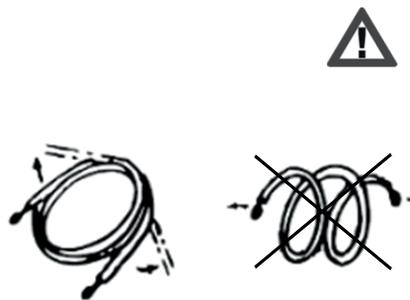

Fig. 9 : Conduite de réfrigérant
- Assurez-vous que la longueur des tuyaux est aussi courte que possible (longueur maximale 20 m, différence de hauteur maximale de 10 m entre l'unité externe et l'unité interne, dans les deux cas, que l'unité externe soit plus haute ou moins haute que l'unité interne). Si la différence de hauteur entre l'unité externe et l'unité interne est de 10 m, les raccords des tuyaux ne doivent pas être directement à la verticale, mais disposés en longueurs horizontales. Dans tous les cas, la longueur maximale des tuyaux ne doit pas dépasser 20 m. Évitez que le chemin suivi par les tuyaux obstrue l'accès au capuchon et le retrait de la bride. Voir Figure 9.
Enlevez les bouchons des tuyaux juste avant d'effectuer le raccordement : il faut éviter à tout prix toute pénétration d'humidité ou de saleté. Si un tube est plié plusieurs fois, il devient dur : ne le pliez pas plus de 2 fois dans la même portion. Déroulez le tuyau sans tirer (fig. 9).